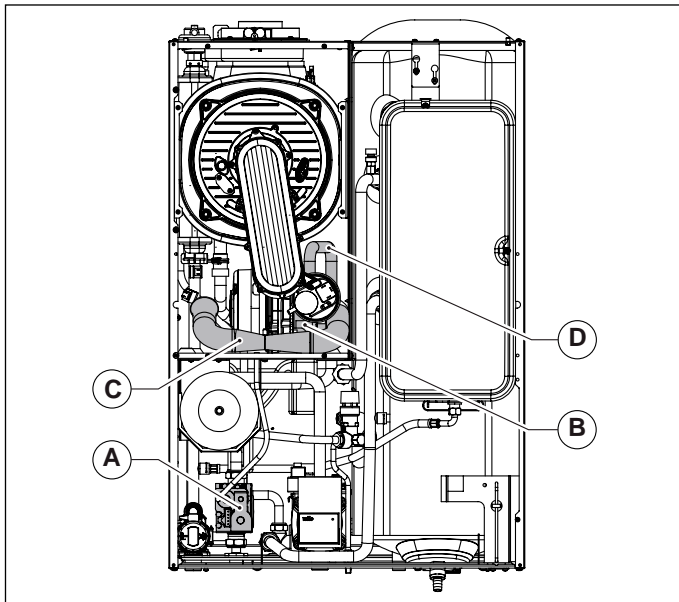

Fig. 32 Tobă de aspirație
- Înlăturați toba de aspirație având grijă să deșurubați mai întâi șuruburile care fixează amestecătorul (vezi Fig. 32 Tobă de aspirație).
- Deconectați conducta de gaz de la amestecător (vezi Fig. 32 Tobă de aspirație).